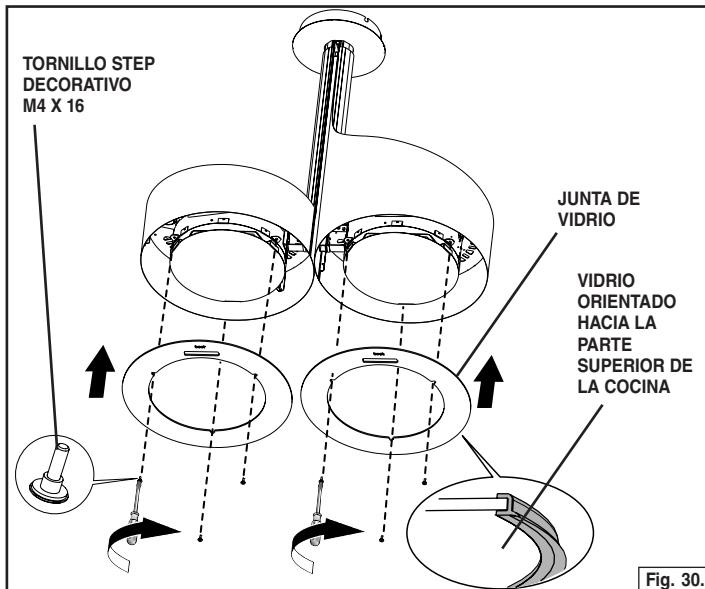

Fig. 30.
3. Fije la Junta de vidrio al vidrio como se muestra. Repita el procedimiento para el segundo vidrio. Fig. 30.
4. Pase el cable de control a través de la abertura del vidrio. Fije el Vidrio con (3) tornillos Step decorativos M4 x 16. Fig. 30. Repita el procedimiento para el segundo vidrio.